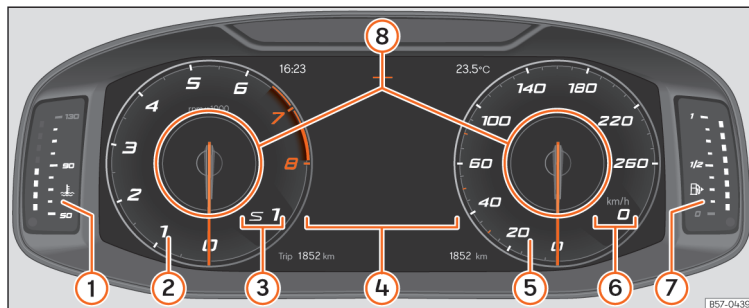

Abb. 55 SEAT Digital Cockpit in der Schalttafel (klassische Ansicht).
In allen Ansichten können die angezeigten Informationen in den **Informationsprofilen** » **Abb. 55** ⑧ personalisiert werden.
Die Zeiger der Umdrehungen pro Minute und der Geschwindigkeitsmesser werden über die gesamte Länge angezeigt »» **Abb. 55**.